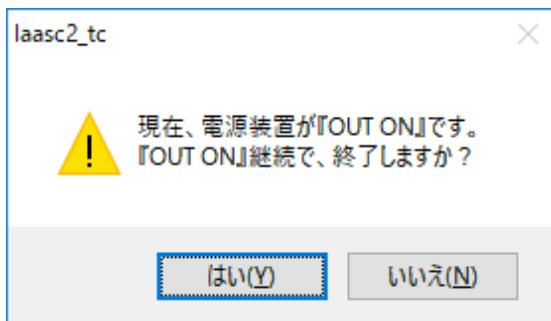

図 3-12 定值制御実行中の終了時ダイアログ
- ②定值制御実行中の場合、ダイアログが表示されます。(図 3-12)